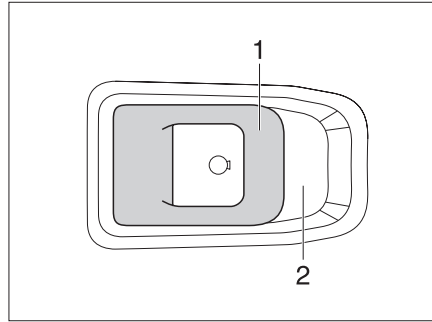

Fig. 45 Cerradura de la puerta de entrada, en el interior
*Abrir:* ■ Tirar del tirador (Fig. 45,1).
*Bloquear:* ■ Empujar el tirador (Fig. 45,1) al tirador concha (Fig. 45,2).